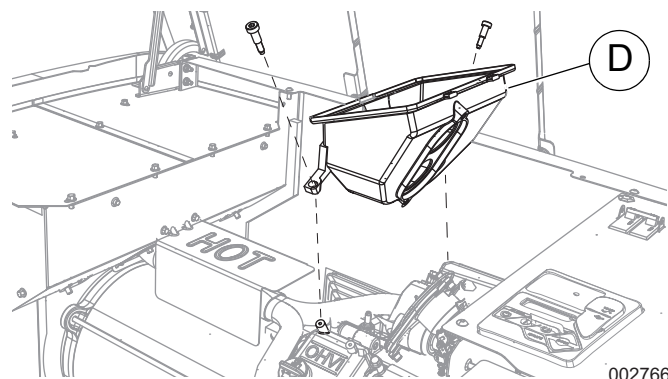

Рисунок 7. Снятие основания воздушной камеры (11–22 кВт)
2. См. **Рисунок 7**. Отвинтите и снимите основание воздушной камеры (D).